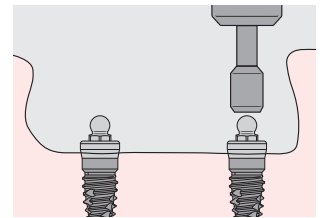

Fig. 4
5. (Fig. 4): El Dalbo® Certain® Abutment se atornilla al implante con el Destornillador O-Ring/Dal-Ro (RAOR1) y la carraca dinamo-métrica con un torque de 20Ncm. (Cuando el cirujano coloca sólo el Dalbo® Certain® Abutment, la prótesis dental existente deberá aliviarse convenientemente alrededor del pilar.)